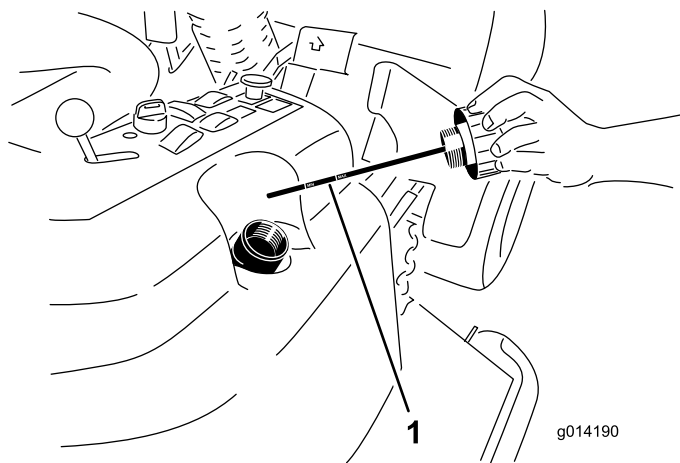

Bild 40
2. Nehmen Sie den Deckel des Hydraulikbehälters vom Einfüllstutzen ab (Bild 40).
3. Nehmen Sie den Messstab heraus und wischen Sie ihn mit einem sauberen Lappen ab (Bild 40).
4. Stecken Sie den Messstab in den Einfüllstutzen und ziehen ihn dann heraus, um den Ölstand zu prüfen (Bild 40).